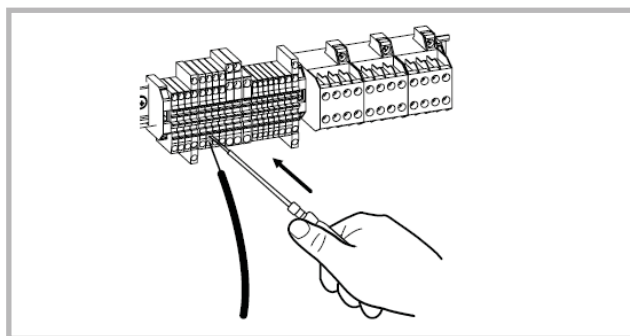

Рис. 30 - клеммная колодка внутреннего блока
•Подключение к подпружиненным клеммам (рис. 30) Жесткий кабель